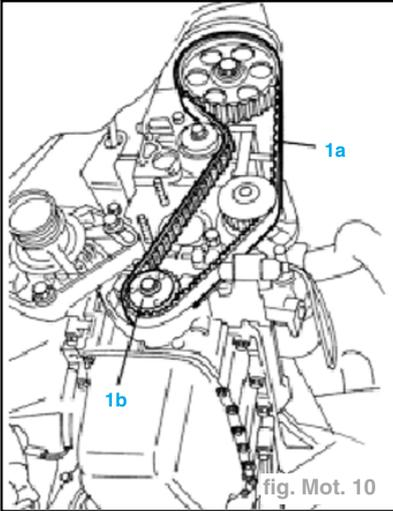

fig. Mot. 10
- Soulever le pont et monter la courroie de distribution (1a) en procédant dans le sens contraire aux aiguilles d'une montre, à partir de la poulie d'entraînement (1b) jusqu'à compléter son montage (fig. Mot. 10).